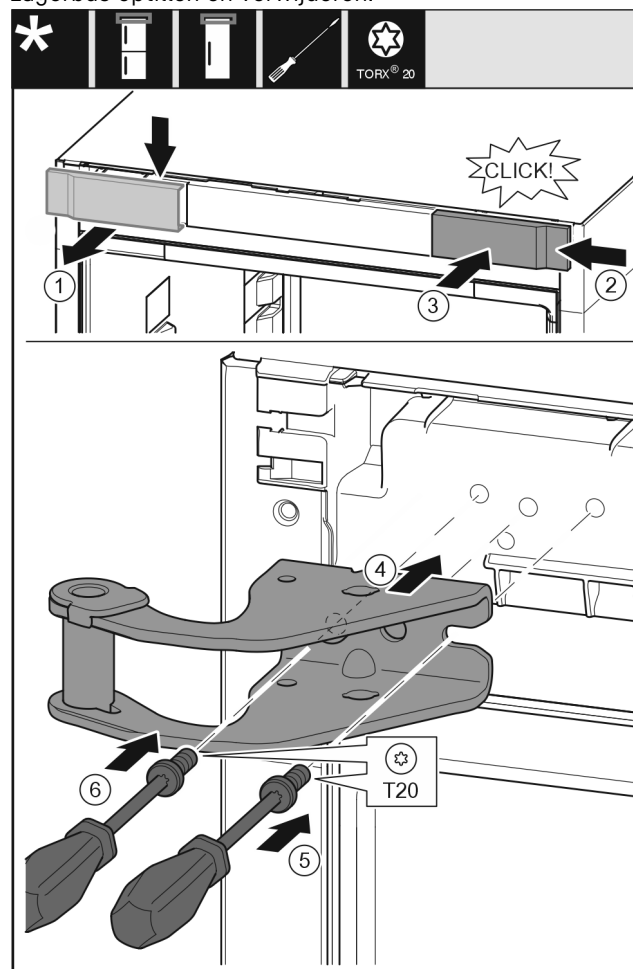

Fig. 9
- Afdekking van boven naar voren toe verwijderen. Fig. 9 (1)
- Afdekking 180° gedraaid op de andere kant van rechts aanbrengen. Fig. 9 (2)
- Afdekking vastklikken. Fig. 9 (3)
- Bovenste lagerbus plaatsen. Fig. 9 (4)
- Schroef met schroevendraaier T20 aanbrengen en vastdraaien. Fig. 9 (5)
- Schroef met schroevendraaier T20 aanbrengen en vastdraaien. Fig. 9 (6)